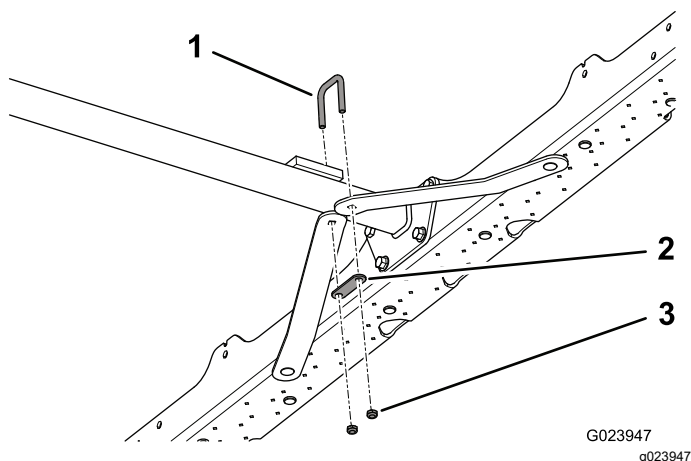

Figura 6
4. Coloque una abrazadera sobre la barra de tracción, y alinee los taladros de los extremos planos más cortos de los tirantes con la abrazadera (Figura 6).
- Coloque la pletina sobre los extremos roscados de la abrazadera y sujétela con 2 tuercas con arandela prensada (5/16 pulgada); consulte Figura 6.